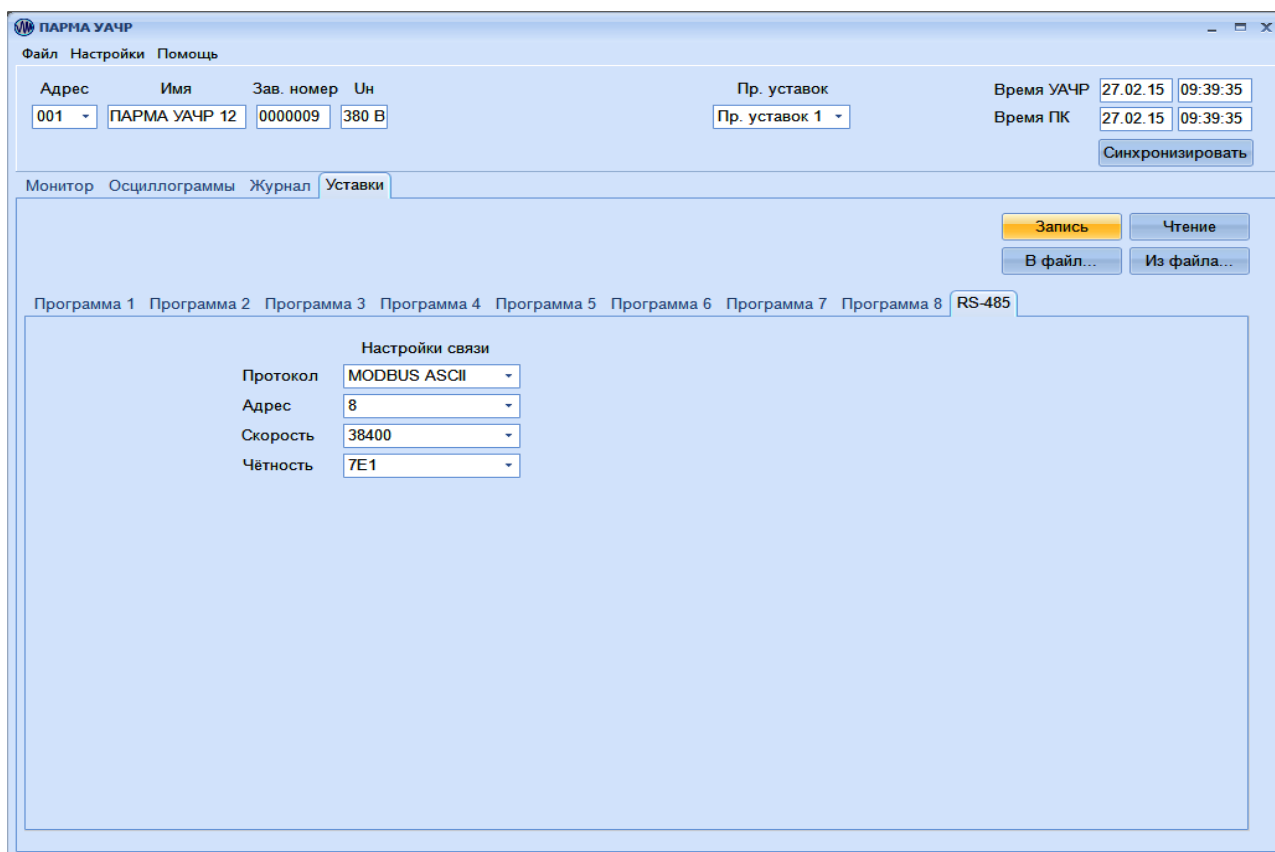

Рисунок 13 – Вкладка "RS-485"
5.3.10.4 Вкладка "RS-485" (рисунок 13) предназначена для настройки параметров связи УАЧР с АСУ по интерфейсу RS-485. Чтобы задать параметры связи, необходимо в выпадающем списке "Протокол" выбрать один из протоколов информационного обмена, указать сетевой адрес УАЧР от 1 до 247, задать скорость обмена данными, формат передачи байта ("Чётность"), выбрав их в соответствующих выпадающих списках.